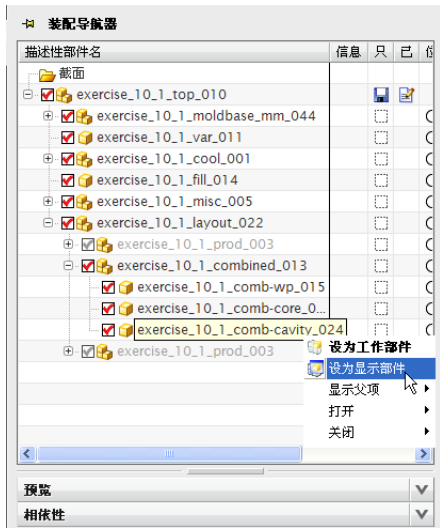

图 10-82 设置装配导航器
(1) 单击【装配导航器】图标, 打开如图 10-82 所示的【装配导航器】。
(2) 在图 10-82 所示的【装配导航器】中, 用鼠标右键单击“exercise_10_1_comb_cavity_024”, 弹出快捷菜单, 单击【设为显示部件】按钮, 只显示如图 10-83 所示的准备添加冷却系统的型腔块。